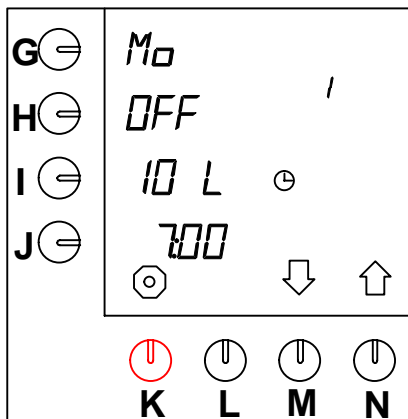

Fig. 44 Förprogrammerade inställningar (ej aktiva)
Det finns fjorton förprogrammerade "tidsinställningar" för alla veckans dagar. Så snart dessa har aktiverats med nedanstående procedur, är de endast aktiva och synliga i användarläget. Alla inställningar kan göras efter eget önskemål. De fjorton värdena är standardinställda på (fig. 44):
- Tryck på valtangenten (N.)↑ tills fig. 44 visas på displayen.